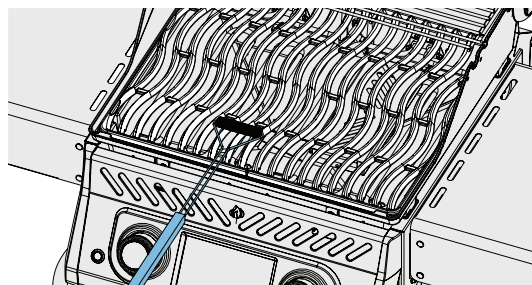

Fig. 4
- Rustfrie stålrister kan rengjøres ved å forvarme grillen og bruke en stålborste for å fjerne rester. (Fig. 4)